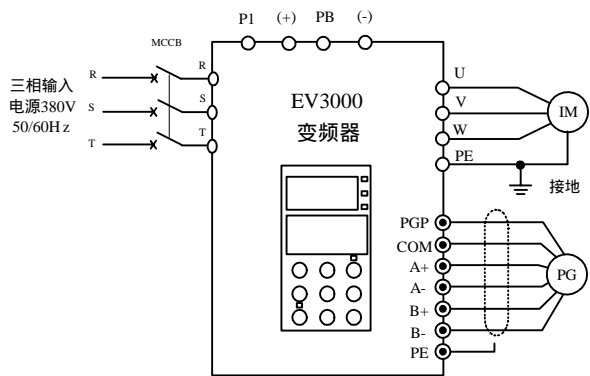

图 4-16 基本运行配线图 1
1) 按图 4-16 配线，检查接线正确后，合上 MCCB 开关，变频器上电；